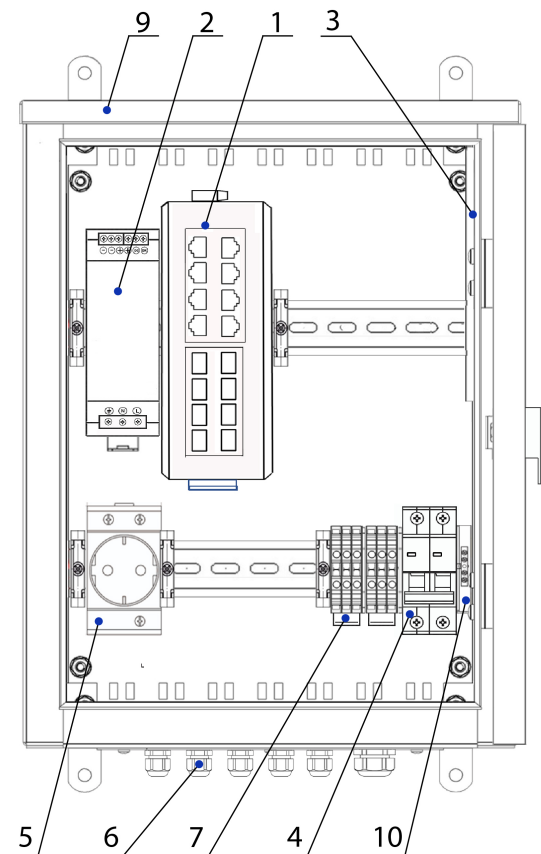

Рис.1
## СОСТАВ ИЗДЕЛИЯ (СМ. РИС.1)
1. Заземлить изделие при помощи зажима наборного 10 (Рис.1).
5. Подключить кабель питания к входу автомата питания 4 (Рис.1).